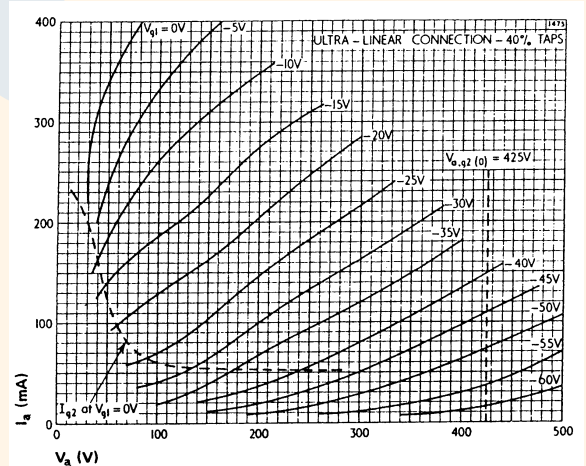

Рис. 49. Семейство анодных характеристик KT88 в ультралинейном включении. Отвод 40%. (По данным M.O. Valve Co.).
триодными и пентодными характеристиками (Рис. 49). Как видно из рисунка, лампа будто противится такому включению. Эти своеобразные (необычные) искривления были объяснены Cocking'ом в редакционной статье журнала «Wireless Engineer» в 1955 году ³⁵ (90).